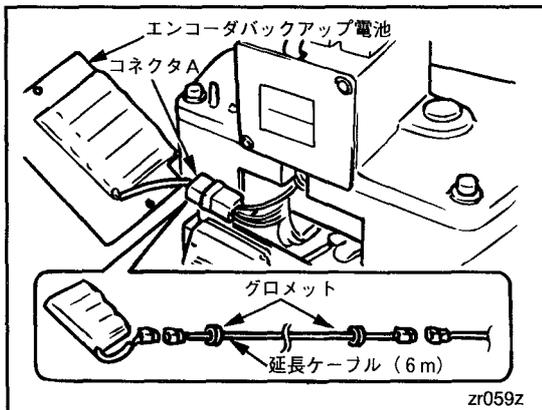

図5-76
②電池を電池カバーから取り外し、コネクタAをはずして中間に延長ケーブルを接続してください。(図5-76)